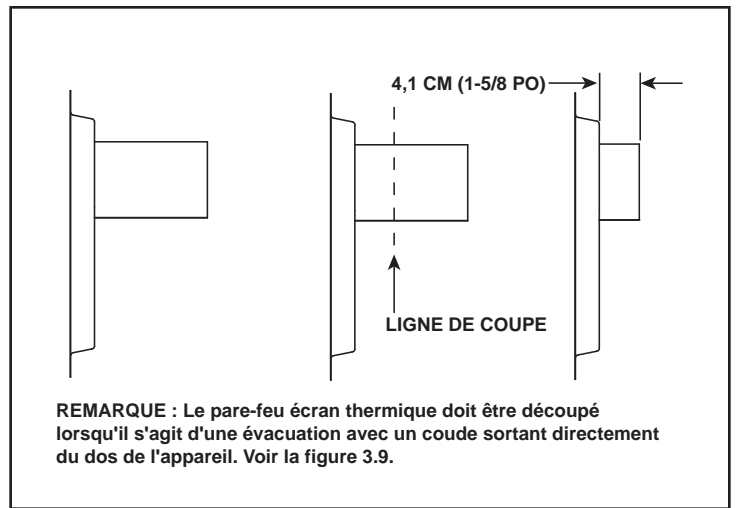

Figure 3.10 Dégagements du pare-feu mural
**Remarque :** L'écran pare-feu devra être découpé lorsqu'il s'agit d'une évacuation avec un coude de 90 degrés de la sortie du dos de l'appareil. Voir la figure 3.10.